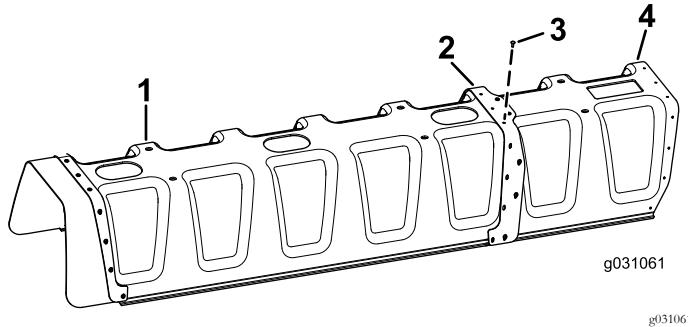

図6
2. 補強プレートにポップリベット3/16 x 1/2 インチ11本とワッシャ3/16 インチを取り付け、12ノズルカバーに11ノズルブームカバーを取り付ける図6。